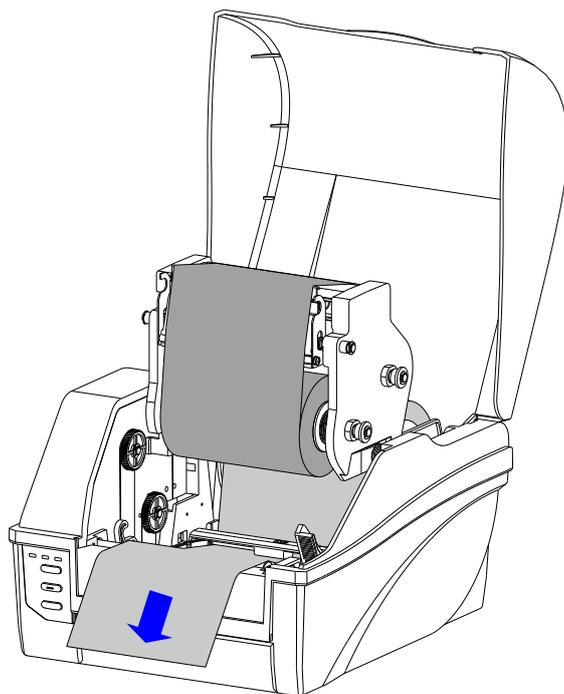

图 2-16 拉出标签纸
4. 拉出标签纸，使其从打印胶辊上面通过，并按刻度尺居中定位。如图 2-16 所示。